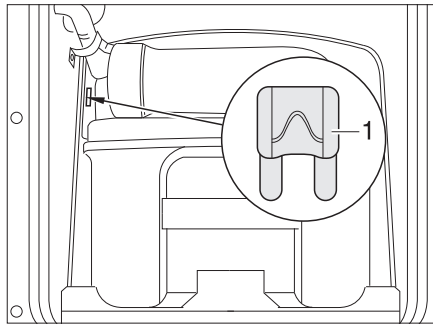
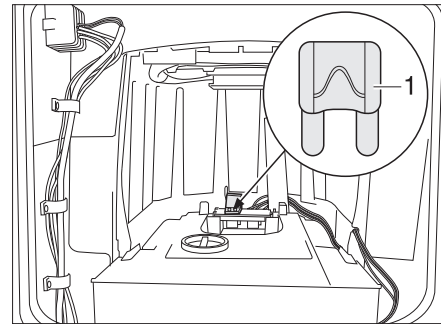

Bild 199 Sicherung der Thetford-Toilette
Bild 200 Sicherung der Thetford-Toilette (Alternative)
- Die Sicherung (Bild 199,1 bzw. Bild 200,1) wechseln.